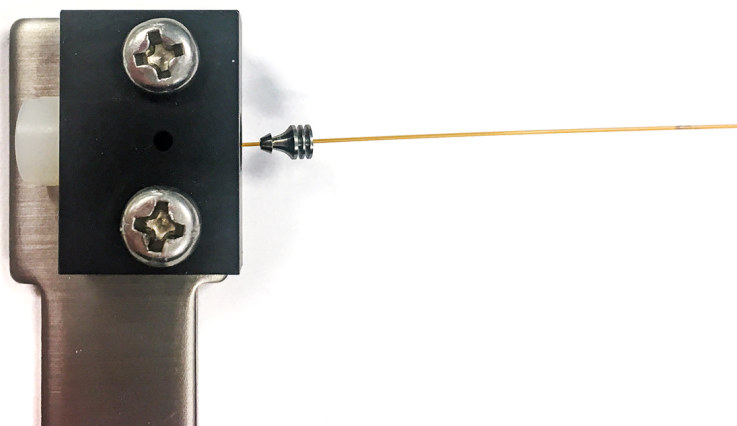

Figura 10. Enrosque la tuerca interna en la herramienta de conexión
5. Enrosque la tuerca interna en la herramienta de conexión hasta apretarla con la mano. Consulte la **Figura 10**.